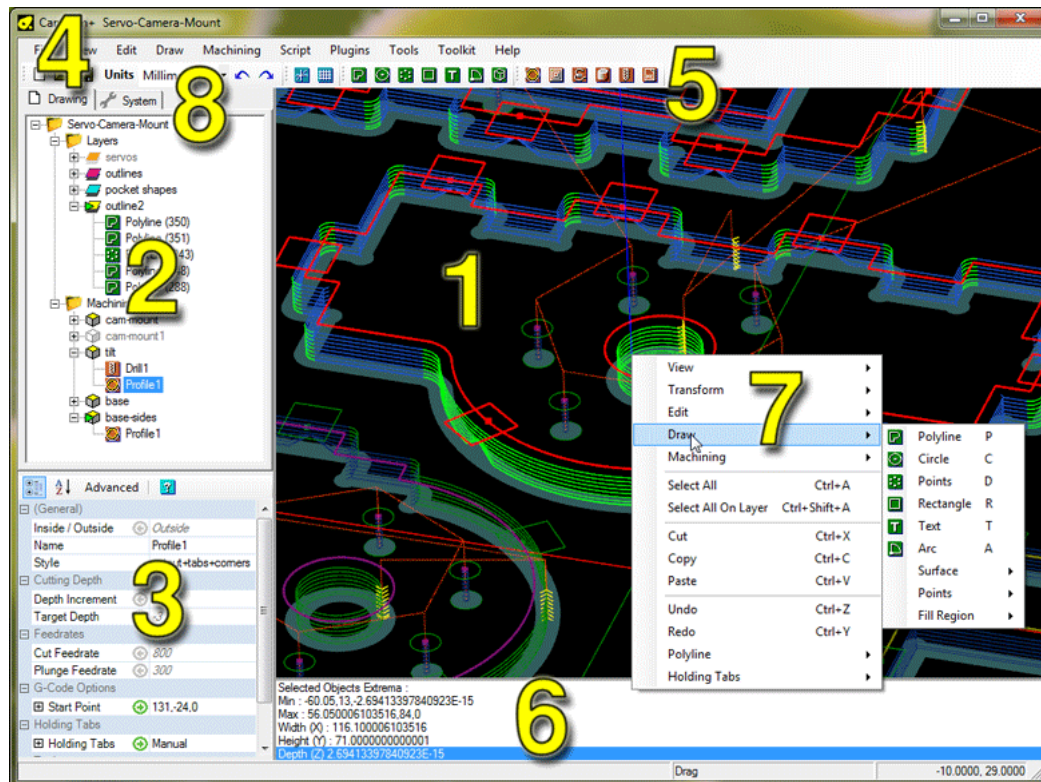

Figura 3.1.: L'interfaccia Utente
Descrizione della Figura 3.1 L'interfaccia Utente
1. Le schede **Disegno** e **Sistema** riferimento 8 in Figura 3.1 L'interfaccia Utente; Indicate anche con il riferimento (1) nella Figura 3.2a si trovano sopra la **vista ad albero**:
1. La **vista ad albero** riferimento 2 in Figura 3.1 L'interfaccia Utente
2. La **finestra proprietà** riferimento 3 in Figura 3.1 L'interfaccia Utente